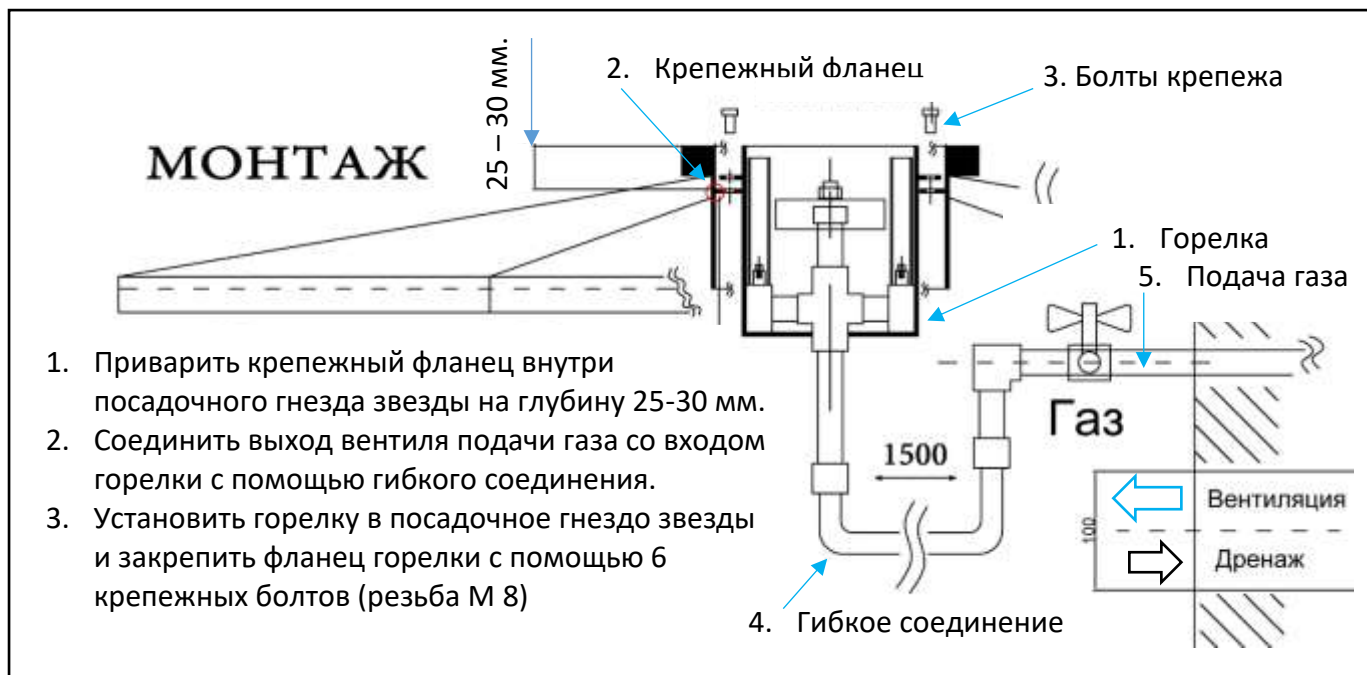

Рис. 2
- Теперь следует медленно открыть запорный газовый кран 5 (**Рис. 2**) и подать газ на вход коллектора горелки.